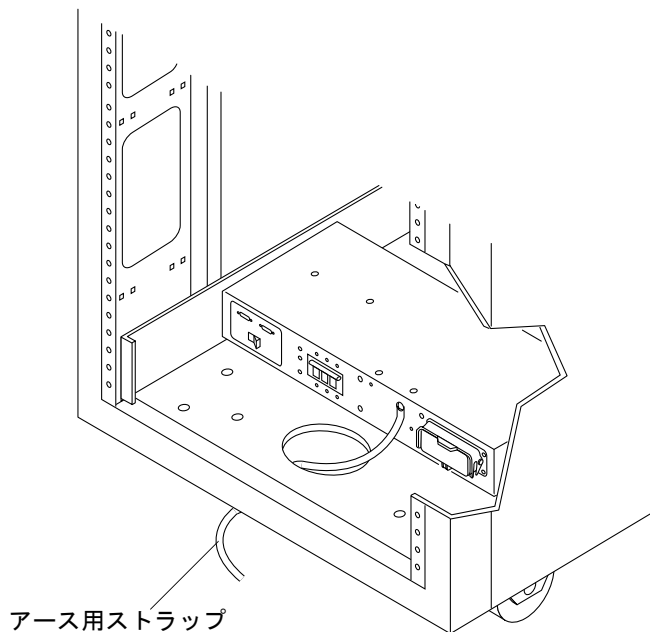

図 B-4 アース用ストラップの正面電源シーケンサへの接続
3. アース用ストラップの他端を拡張キャビネットの正面電源シーケンサに接続します (図 B-4)。